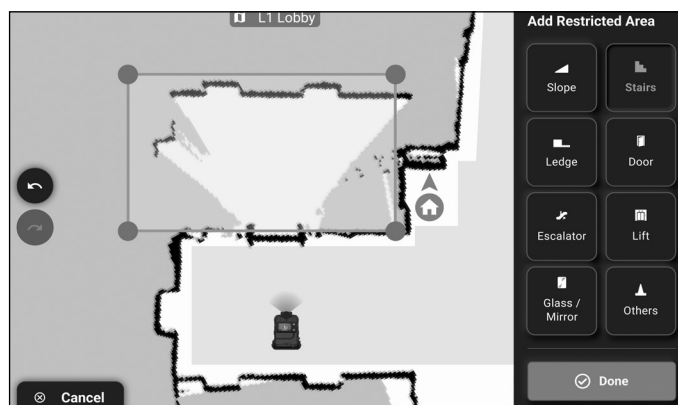

Figure 37
19. Marquez les zones qui doivent être interdites au robot sur la carte. Cliquez sur les catégories des zones restreintes indiquées à l'écran (**Fig. 37**).